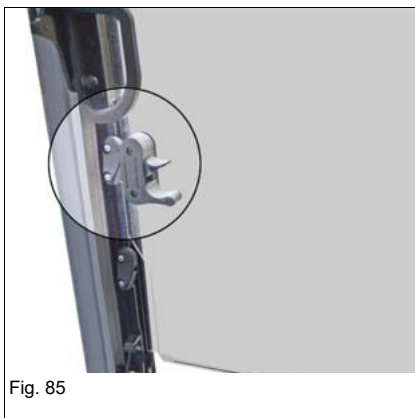

Fig. 85
- ▶ Quando todo o para-brisas frontal for aberto ou fechado, o para-brisas frontal inferior tem de estar completamente aberto (*Fig. 85*).